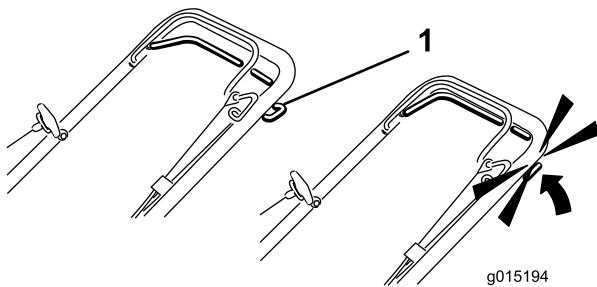

Bild 24
1. Der Selbstantrieb wird eingekuppelt, wenn Sie den Selbstantriebsbügel (Bild 24) gegen den Griff halten.